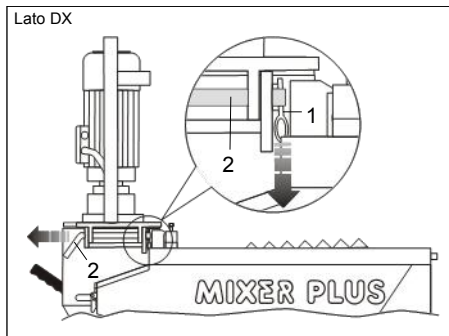

FIG.8 (Spina di sicurezza e perno gruppo motoriduttore)
- 4) Togliere la spina di sicurezza (FIG.8-Rif.1) dal perno della cerniera (FIG.8-Rif.2);